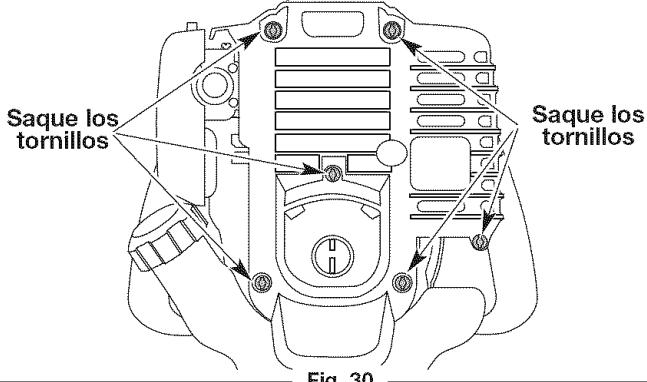

Fig. 30
1. Quite los dos (6) Tornillos de encima de la tapa del motor con un destornillador de pala o Torx #25 (Fig. 30).
4. Saque la cubierta del motor (Fig. 30).
1. Apague el motor y espere que se enfrie. Retire los seis (6) tornillos de la parte posterior de la tapa del motor con destornillador de cabeza plana o Torx No. T-25 (Fig. 30).